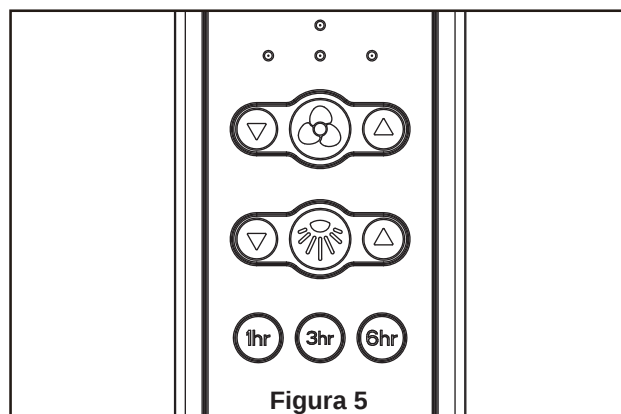

Figura 5
- ☐ 5. Instale la carcasa de cristal en la unidad de Fije adecuadamente el cristal girando en el la tapa inferior de acero sentido de las agujas del reloj sin apretar demasiado. (Figura 5)
5. Funciones del control remoto: (Figura 5)